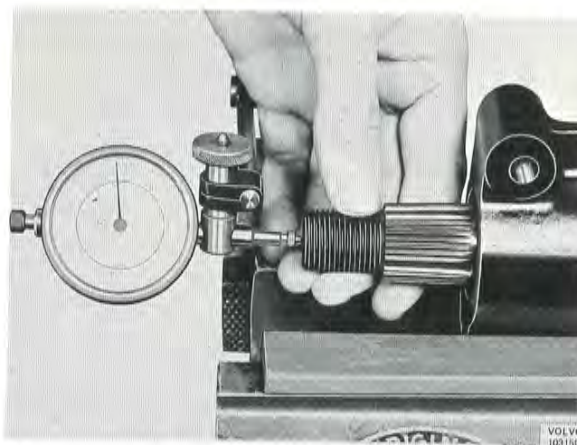

Bild 71. Kontroll av axialspelet
9. Mät axialspelet (bild 71) sedan skruvarna dragits åt. Därefter reduceras justermellanlaggens sammanlagda tjocklek så att en beräknad förspänning på 0,025–0,075 mm uppstår. Är exempelvis det först uppmätta spelet 0,05 mm och det tunnaste justermellanlägget 0,127 mm utbyts detta mot 1 st mellanlägg tjocklek 0,05. Spelet kommer därvid att minska 0,077 mm och bli en förspänning av $0,077 - 0,05 = 0,027$ mm.
10. Ta bort stopplattan och fjäderstyrningen sedan rätt förspänning erhållits och montera de båda fjädrarna (7). Montera därefter tillbaka styrning, mellanlägg och platta.